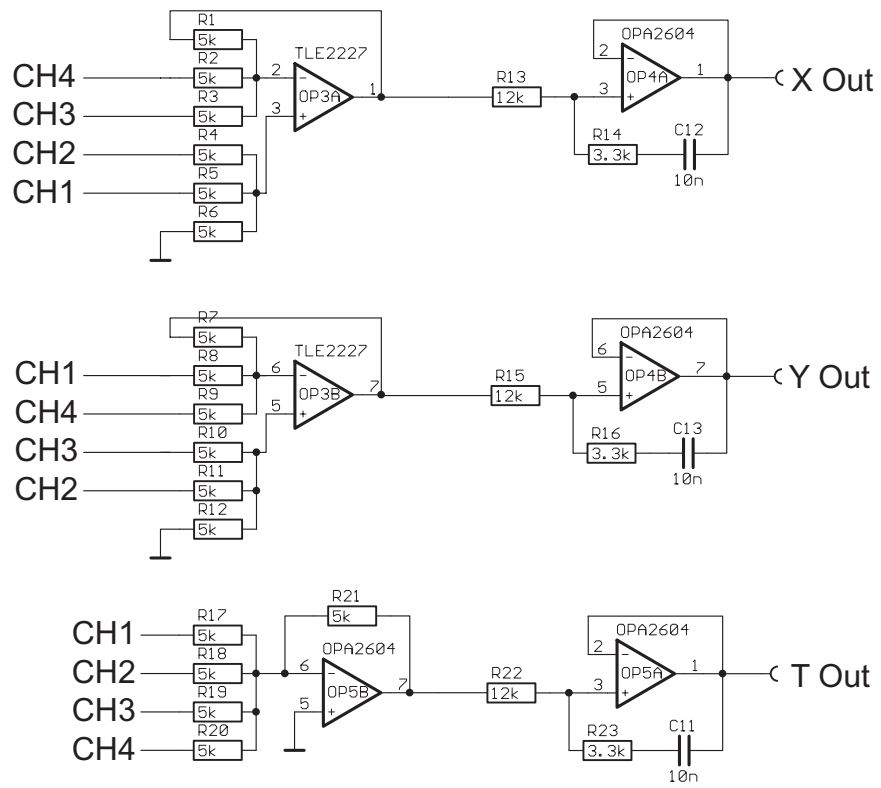

图 2: Matrix 部回路
- 図 2 の回路により、Ch1-4 の各出力を演算し、次の 3 つの信号を出力する。